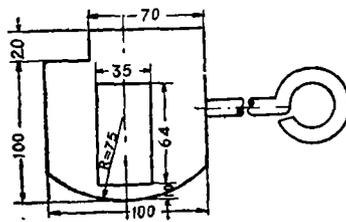
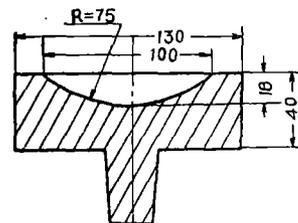

图 6
图 7
3. 锻圆弧，冲方孔：锻圆弧所用之锻模，如图6及图7所示。如工时将胚料加热到 700°C 左右，